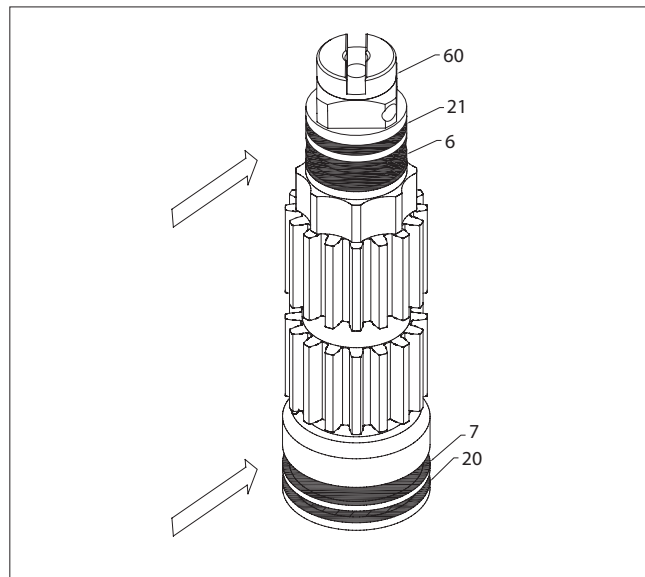
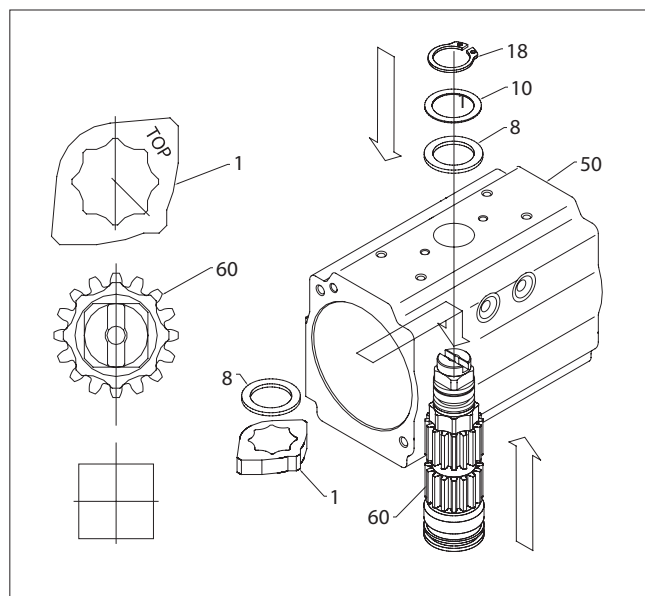
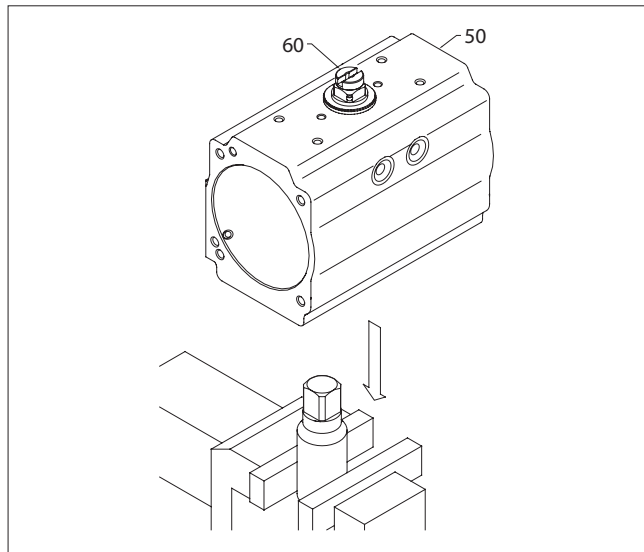

Figure 8.
Figure 9.
Figure 10.
1. Montage de l'arbre d'entraînement (60), (Figures 8 et 9) :
- A. Installez les paliers d'arbre supérieur et inférieur (6, 7) et les joints toriques (21, 22) sur l'arbre (60).
- C. Insérez partiellement l'arbre (60) dans le corps (50). Installez l'Octi-Cam (1) sur l'arbre dans l'orientation indiquée à la (Figure 9). Les bords de l'Octi-Cam (1) doivent s'aligner sur les bords du carré situé à la base de l'arbre (60). Insérez le palier de butée interne (8) sur l'Octi-Cam (1). Insérez complètement l'arbre dans le corps (50).
- D. Installez le palier de butée externe (8), la rondelle de butée (10) et le circlip (18).
2. Montage du piston (40), (Figures 10 à 13) :
- A. Installez le joint torique du piston (16) et les paliers de la tête de piston (15) et de l'arrière du piston (5).
- B. Appliquez de la graisse sur l'alésage interne du corps (50), en utilisant une graisse recommandée pour les zones des joints toriques figurant dans le (Tableau 2). Appliquez de la graisse sur les dents de la crémaillère du piston (40), en utilisant une graisse recommandée pour l'usage général figurant dans le (Tableau 2).
- C. Maintenez le corps (50) en position horizontale en insérant le haut de l'arbre dans un étau, ou en insérant le bas du raccord d'arbre dans un entraînement mâle monté dans un étau comme indiqué à la (Figure 10).
SI LE NUMÉRO DE SÉRIE DE L'ACTIONNEUR EST INFÉRIEUR OU ÉGAL À 10136023, L'ACTIONNEUR DEVRA ÊTRE DÉMONTÉ ET L'OCTI-CAM (1) TOURNÉE (VOIR **FIGURE 9**) AVANT DE POUVOIR INSTALLER LE KIT DE VERROUILLAGE DE SÉCURITÉ.